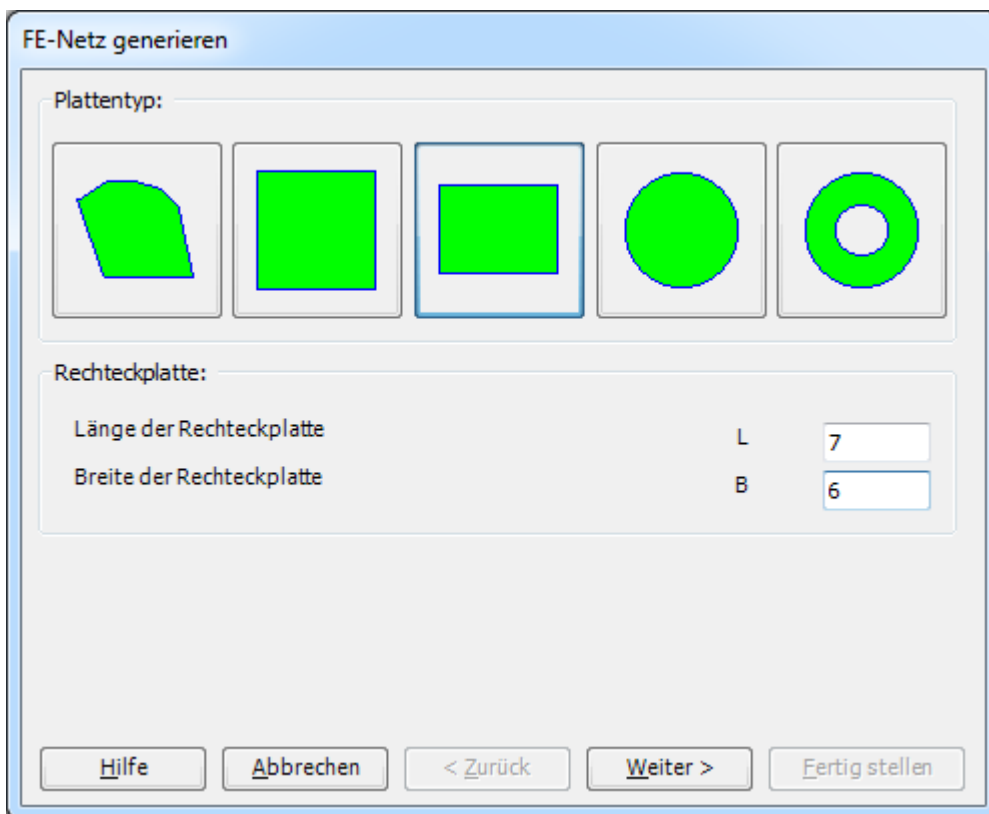

Bild 4.7 Auswahl von Netzschablonen
- Wählen Sie "FE-Netzdaten" aus der Registerkarte "Daten". Eine Auswahl von Schablonen verschiedener Netzformen erscheint (Bild 4.7)